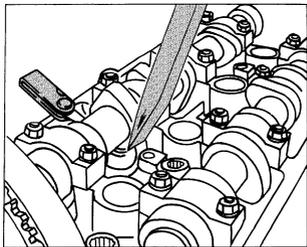

图 2-110 用楔形木棒或塑料棒压下挺杆
- ① 拆下气缸盖罩。
- ② 转动曲轴, 使待查的凸轮挺杆朝上。
- ③ 手动变速器车: 关闭点火开关, 挂入 4 档, 用力向前推车。
④ 自动变速器车: 拆下隔音板, 用曲轴带轮中央螺栓顺时针转动曲轴。
⑤ 测量凸轮和液压挺杆间间隙。
⑥ 如图 2-110 所示, 用楔形木棒或塑料棒压下挺杆, 如果凸轮和挺杆间可放入 0.20mm 厚薄规, 更换挺杆。